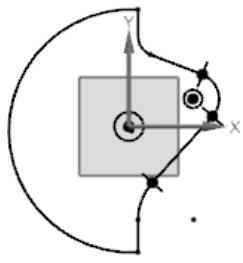

图 5.12.4 绘制圆
**Step 5** 选择下拉菜单 **插入(S)** → **曲线(C)** → **圆(C)...** 命令，大致绘制图 5.12.4 所示的圆。